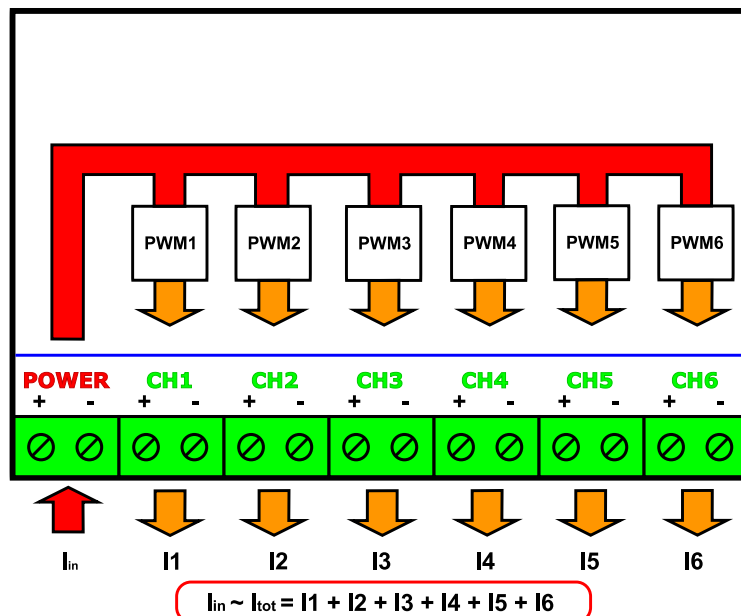

Figura 4. Definizione delle correnti.
1. La massima corrente in uscita per ogni singolo canale deve rimanere sotto i 4A. In particolare, con riferimento alla figura 4, deve verificarsi sempre la condizione: $I_1 < 4A$, $I_2 < 4A$, ... $I_6 < 4A$ e contemporaneamente la condizione descritta nel punto 2. In altri termini la massima potenza che ogni singola uscita può erogare è pari a 48W, con un' alimentazione di 12V, e di 96W con un' alimentazione di 24V.
2. La massima corrente totale, sommando tutti gli assorbimenti sui vari carichi, non deve mai superare i 12A. In particolare, con riferimento alla figura 4, deve essere sempre verificata la condizione $I_{tot} < 12A$, con $I_{tot} = I_1 + I_2 + I_3 + I_4 + I_5 + I_6$ e contemporaneamente la condizione del punto 1. Dal punto di vista della potenza erogata il tutto si traduce in $P_{tot} < 144W$, con un' alimentazione di 12V, e $P_{tot} < 288W$ con un' alimentazione di 24V.